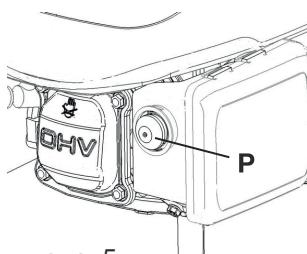

рис. 5
- Подкачивайте топливо праймером (поз. P, рис. 5) нужное количество раз (обычно 1-3 раза) согласно приведенной ниже таблице.